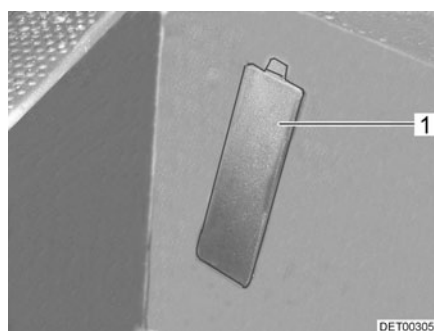

Fig. 241 Cache numéro de châssis (véhicule porteur Fiat)
- ▷ Le numéro de châssis se trouve derrière un cache (Fig. 241,1) dans la zone d'entrée, côté passager sur les véhicules porteurs Fiat.